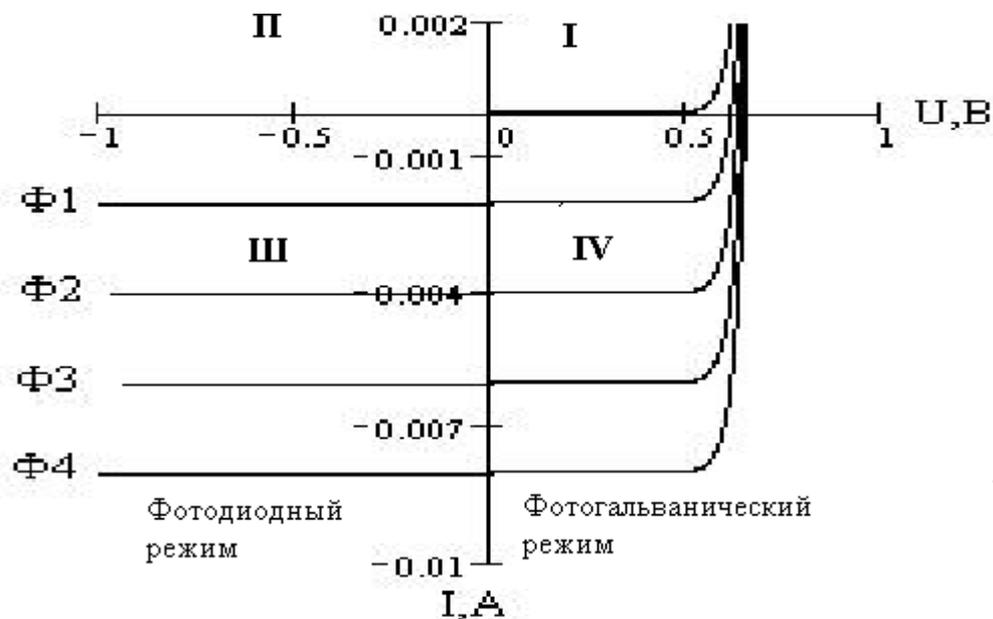
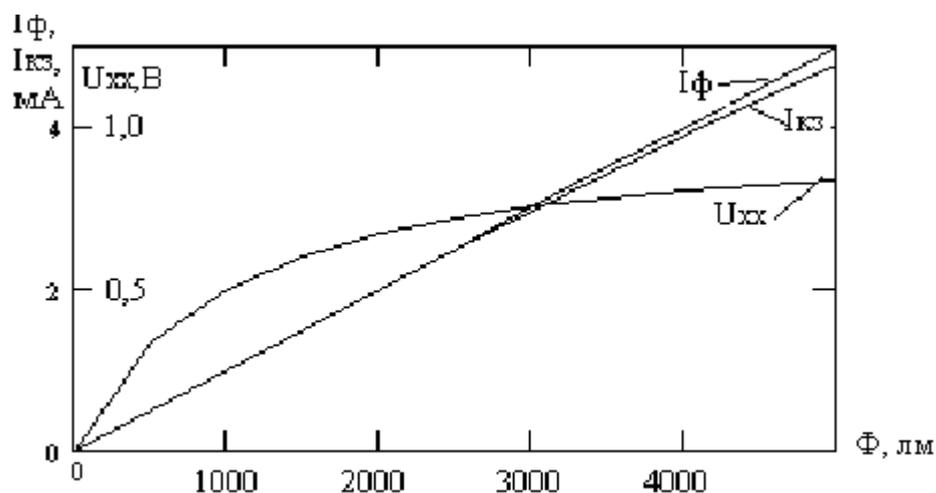

Рисунок 1. Семейство вольтамперных характеристик освещенного фотодиода.
Рисунок 2. Зависимости тока короткого замыкания I_{kz} , напряжения холостого хода U_{xx} и фототока I_{ϕ} от мощности светового потока Φ .
В фотодиодном режиме фототок прямо пропорционален падающему световому потоку, и световая (энергетическая) характеристика $I_{\phi} = f(\Phi)$ практически линейна (рисунок 2). Инерционность фотодиода определяется, прежде всего, скоростью процесса разделения носителей в $p-n$ -переходе и скоростью перезаряда барьерной емкости. Наименее инерционны фотодиоды с точечным переходом или с барьером Шотки.
7. Снимите семейство ВАХ фотодиода при $\Phi = \text{const}$, сопрягая прямые и обратные ветви семейства, соответствующие одинаковым значениям светового потока Φ (см. рисунок 1.).
8. Для фотодиодного режима выберите значения напряжения U_{OBR1} и графически постройте световую характеристику фотодиода $I_{\phi} = f(\Phi)$ при $U_{OBR} = U_{OBR1}$ (см. рисунок 2), где I_{ϕ} - фототок через фотодиод, совпадающий по направлению с I_{OBR} (см. рисунок 1).
10. Для фотогальванического режима по ВАХ графически измерьте значения тока короткого замыкания в напряжения холостого хода фотодиода для различных значений светового потока и постройте графики $I_{K3} = f(\Phi)$ и $U_{XX} = f(\Phi)$ (см. рисунок 2).